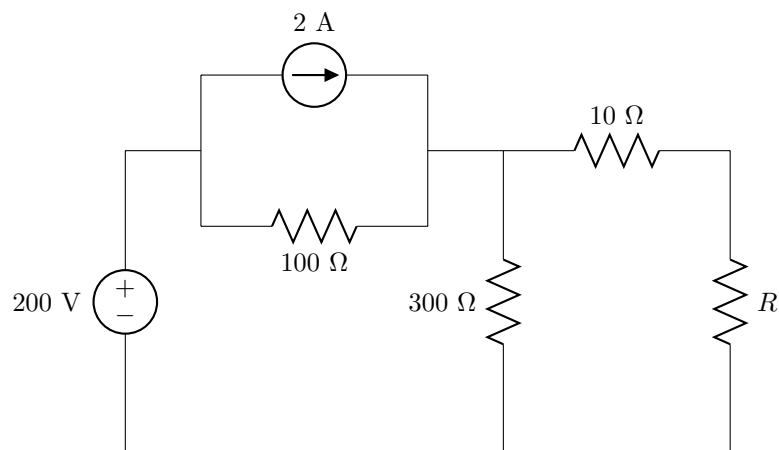

Figura 3.17: Circuito del problema 23.
23. En el circuito de la figura 3.17, la resistencia  $R$  disipa  $75\text{ W}$ . Calcula: a) los valores de  $R$ ; b) el valor de  $R$  para que disipe la máxima potencia; c) el valor de la potencia máxima.